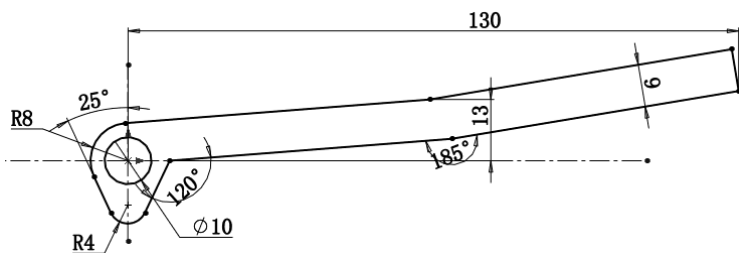

图 12-50 绘制草图
**02** 绘制草图。在左侧的“FeatureManager 设计树”中用鼠标选择“前视基准面”作为绘制图形的基准面。单击“草图”控制面板中的“圆”按钮、“直线”按钮、“绘制圆角”按钮和“裁剪”按钮，绘制草图轮廓，标注并修改尺寸，结果如图 12-50 所示。